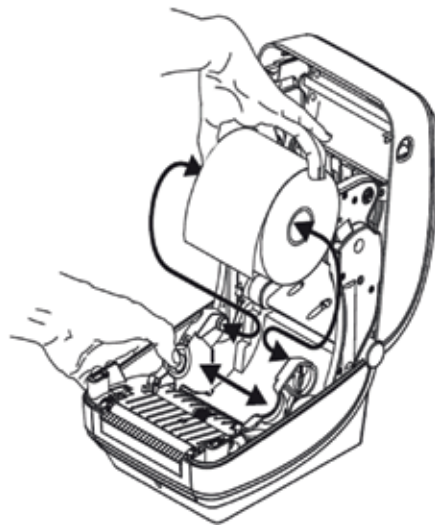

Figure 21
- vers l'avant de l'imprimante (voir Figure 21)